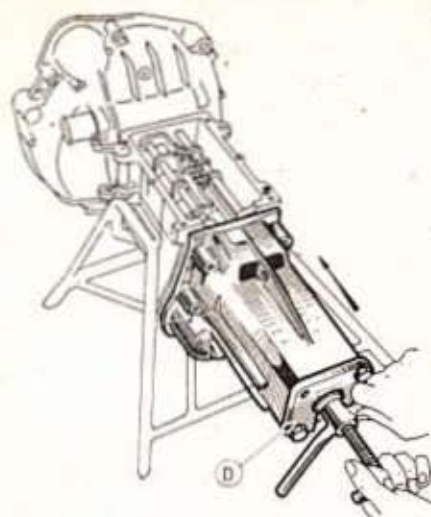

Fig. 82. — Montage du carter arrière
- Monter à l'hermétique le carter AR en utilisant l'extracteur D muni de son entretoise et serrer les écrous de fixation de 1,75 à 2,5 m.kg. Déposer l'extracteur D (fig. 82).